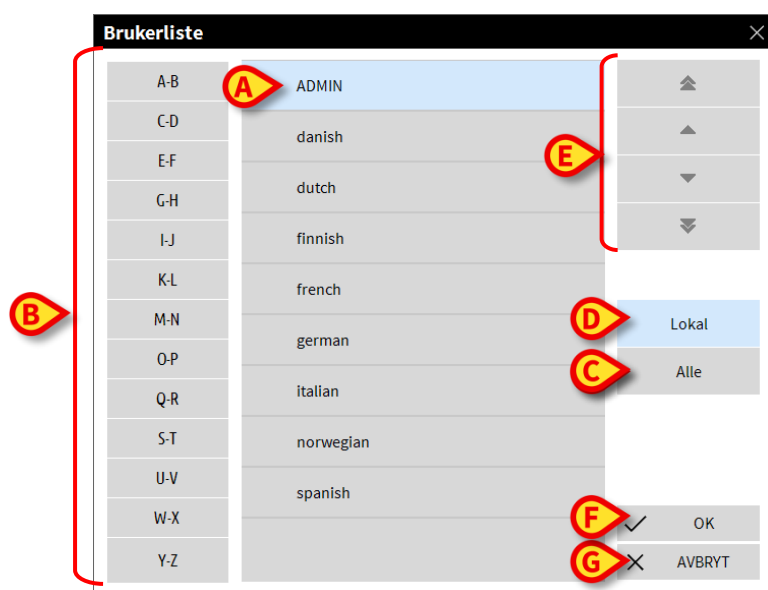

Fig. 12
Følgende vindu vises (Fig. 12).
Vinduet vist på Fig. 12 kan brukes som en fortegnelse for å søke og velge en bruker på listen over mulige brukere.
I den midtre delen av vinduet vises navnet til mulige brukere i alfabetisk rekkefølge (Fig. 12 **A**).
Bokstavene til venstre i vinduet (Fig. 12 **B**) fungerer som en indeks, og gjør det mulig å kun få opp brukere med navn som begynner med en bestemt bokstav.
Bruk **Alle**-knappen (Fig. 12 **C**) for å se listen over alle mulige brukere.
Bruk **Lokal**-knappen (Fig. 12 **D**) for å se listen over brukere på den spesifikke nåværende arbeidsstasjonen.
Bruk pilknappene til høyre i vinduet (Fig. 12 **E**) for å rulle opp og ned på listen over brukere.
- Klikk på **Ok**-knappen (Fig. 12 **F**).
Bruk **Avbryt**-knappen (Fig. 12 **G**) for å avbryte oppgaven og lukke “Brukerliste”-vinduet uten å velge en bruker.